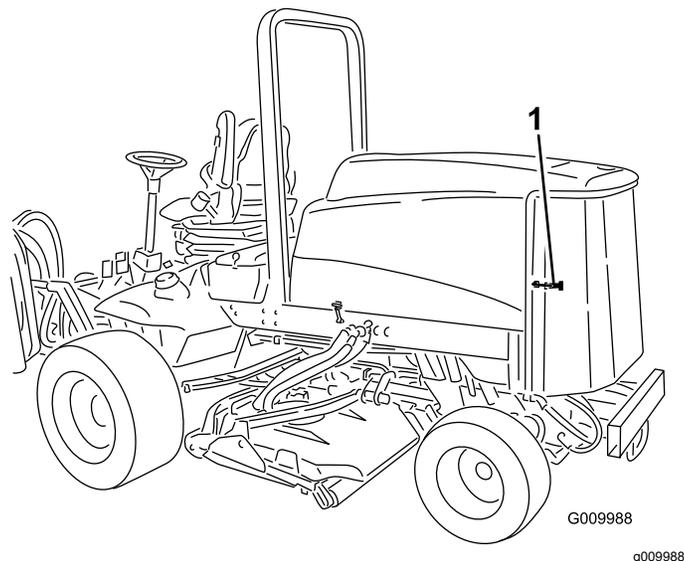

Figura 78
1. Destranque e abra o painel traseiro (Figura 78).